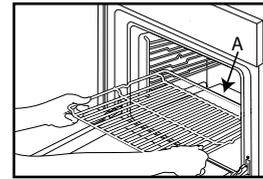

Fig. 1
1. Schieben Sie den Rost mit dem erhöhten Teil „A“ nach oben waagrecht ein (Abb. 1).